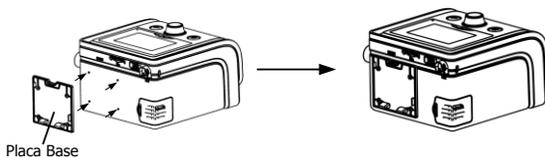

Fig. 11-11
(2) Aponte os quatro buracos da placa base em direção dos quatro pontos de referência na traseira do dispositivo principal para colar bem a placa ao dispositivo, como mostrado na Fig. 11-11.